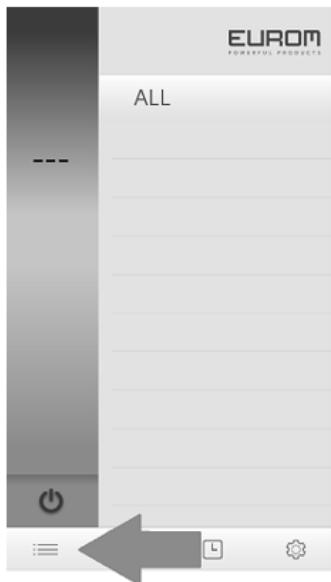

Figure 1
- Selecteer in het beginscherm de 'button' links onderin (Fig. 1)